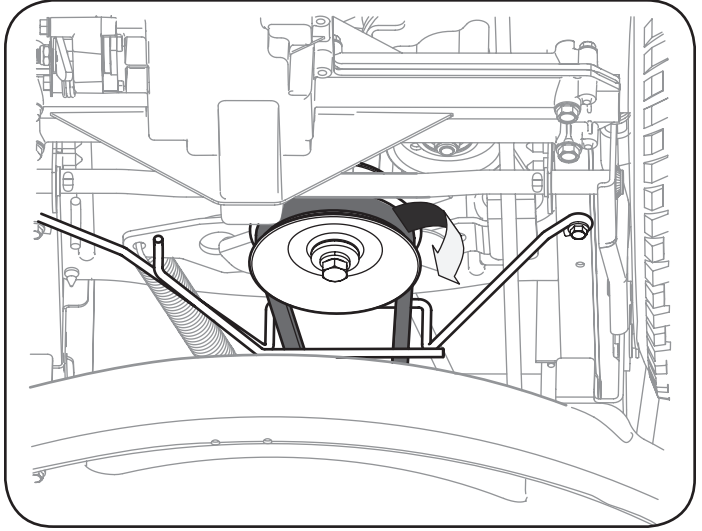

Figura 31
3. Extraiga la correa de alrededor de la polea de la PTO del tractor. Vea la Figura 31.
3. Extraiga la correa de alrededor de la polea de transmisión de la PTO de la unidad como se indica en la Figura 31. Simplemente deje rodar un lado de la correa para que salga de la polea y luego debe seguir sacándola todo alrededor de la polea hasta que se suelta de la polea.
4. Lleve la correa hacia el frente de la unidad, jalándola a través y hacia afuera de la ménsula del guardacorrea, como se indica en la Figura 31.
8. Pase la correa de la plataforma a través de la ménsula del guardacorrea y colóquela alrededor y sobre la polea de transmisión de la PTO, como se indica en la Figura 31.